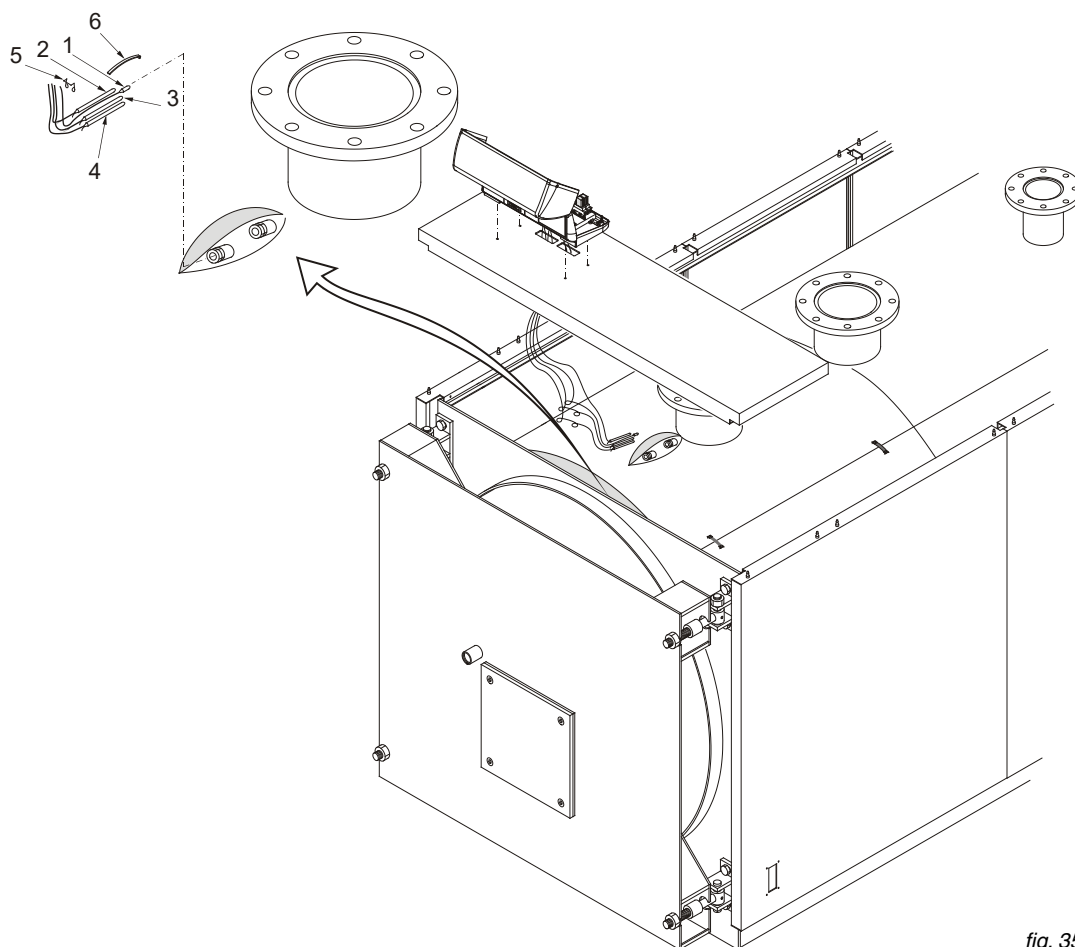

fig. 35
- E) Inserire nelle guaine i bulbi degli strumenti come indicato in fig. 35 ed eseguire il collegamento elettrico del pannello comandi alla linea di alimentazione, al bruciatore ed alle eventuali pompe, etc.
- C) Posizionare i pannelli laterali destri (pos. 6 e 3) con la piega inferiore all'interno dei profili ad L sulla base del corpo caldaia ed agganciando la parte superiore nelle viti fissate sul tubo
- D) Fissare il pannello comandi al pannello laterale pos. 6. Sollevare in avanti il coperchio del pannello comandi dopo aver svitato le due viti laterali con un giraviti e indirizzare nei fori sul basamento i cavi elettrici in entrata ed i capillari delle sonde in uscita.
Inserire nella sequenza seguente le sonde degli strumenti nel/i pozzetto/i sul lato superiore della caldaia (Rif. fig. 35): del termometro (pos. 1), del termostato di esercizio (pos. 2), del termostato di sicurezza (pos. 3), del termostato di minima (pos. 4). Si raccomanda di inserire le sonde fino in fondo ai relativi pozzetti per migliorarne il contatto. Inserire quindi la molla ad arco (pos. 6) e bloccare i capillari con la/e molletta/e (pos. 5).